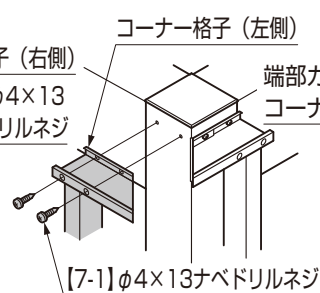

図5-39
- ④出隅の左側も同様に取付を行ってください。尚左側にはコーナー部品は取り付けません。（図5-39参照）